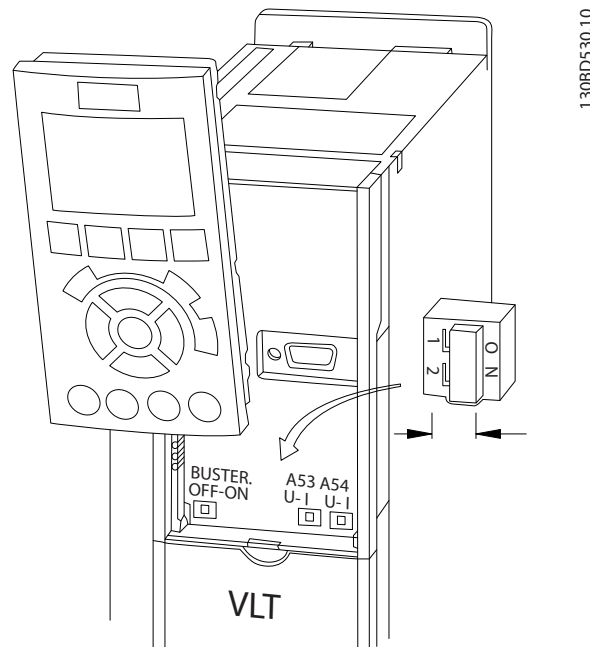

图 4.27 端子 53 和 54 的开关位置
1. 拆除 LCP（本地控制面板）（如图 4.27 所示）。